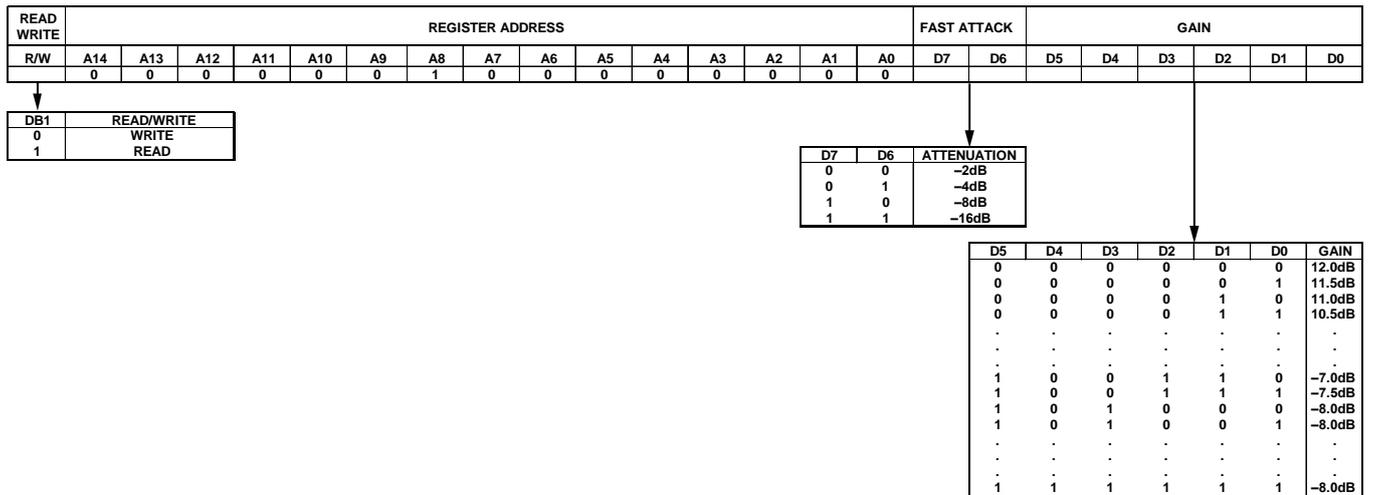

図 24. レジスタ・アドレス 0x100 を介した、ゲインと高速アタックの設定
SPI のデータ・レジスタは 3 バイトで、1 ビットの読み出し/書き込みビット (R/W)、15 ビットのアドレス・ビット (A14 ~ A0)、2 ビットの高速アタック (FA) 減衰ステップ・サイズ・ビット (D7 と D6)、6 ビットのゲイン制御ビット (D5 ~ D0) で構成されます (図 24 参照)。